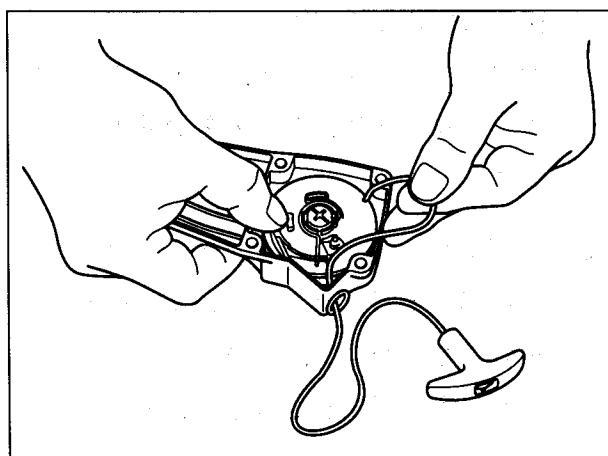

図5
(3) スタータケースにリールを挿入する前に図5の矢印の方向にスタターロープをリールに巻き、3巻目をリールの切欠き部からだし、スパイラルスプリング内端部フック部が引っ掛かる様にリールを確実にスタータケース内に組込んでください。
次に図5の様にスタターロープを持って矢印の方向にリールの切欠き部を利用してリールを4～5回巻いてください。